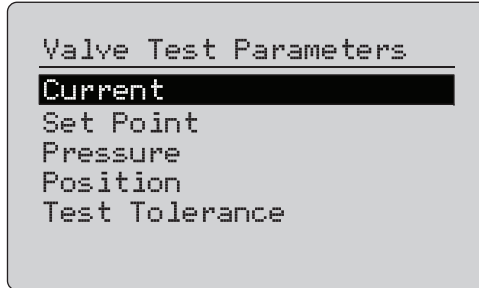

Figura 57. Valve Test (Pruebas de válvulas)
1. En el menú de configuración del calibrador (consulte la figura 9), seleccione **Valve Test Parameters** (Parámetros de prueba de válvulas) para revisar la asignación de variables. Consulte la figura 57.